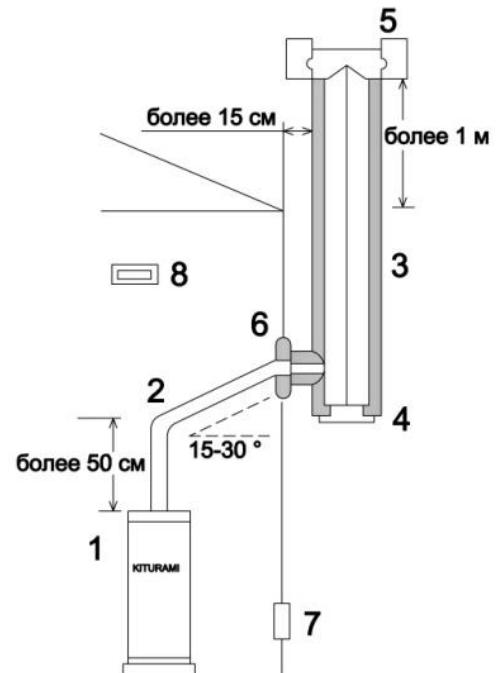

Рис. 20
6. Дымоход приставной. (Рис. 20)
6.2. Приставной дымоход показан на рис. 20: